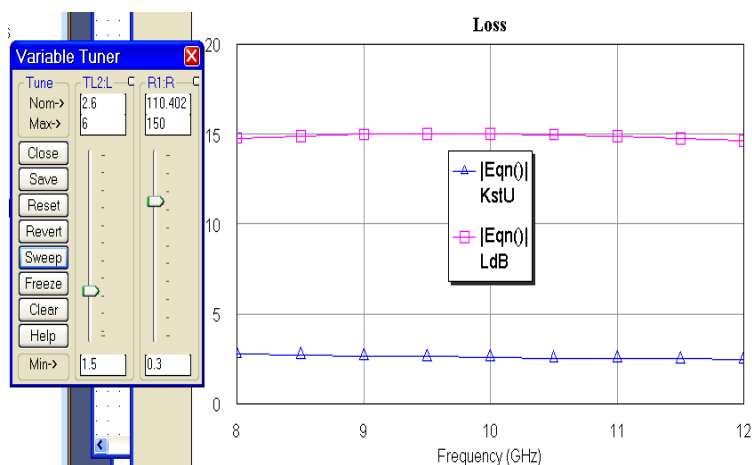

Рис. 3.50
10. Щёлкните по значку **Tune** на панели инструментов. Откроется **Variable Tuner** (Блок настройки переменных), показанный на рис. 3.50. В полях ввода **Max** и **Min** введите допустимые пределы регулировки резистора и длины отрезка, как показано на рис. 3.50.